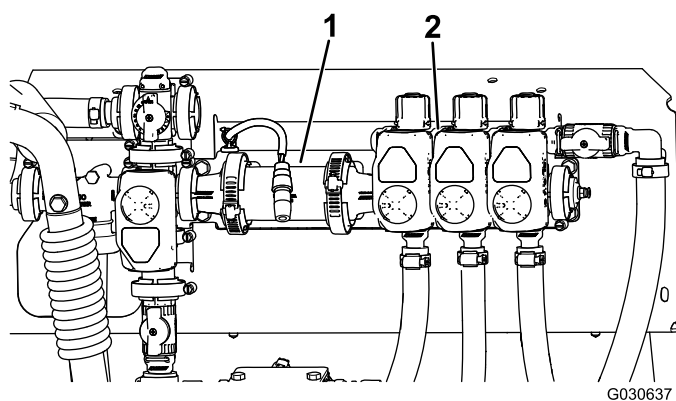

図 7
- F. ブームバルブアセンブリを、注意深く元の位置に戻すフローメータのボディと面一になるように 図 7。